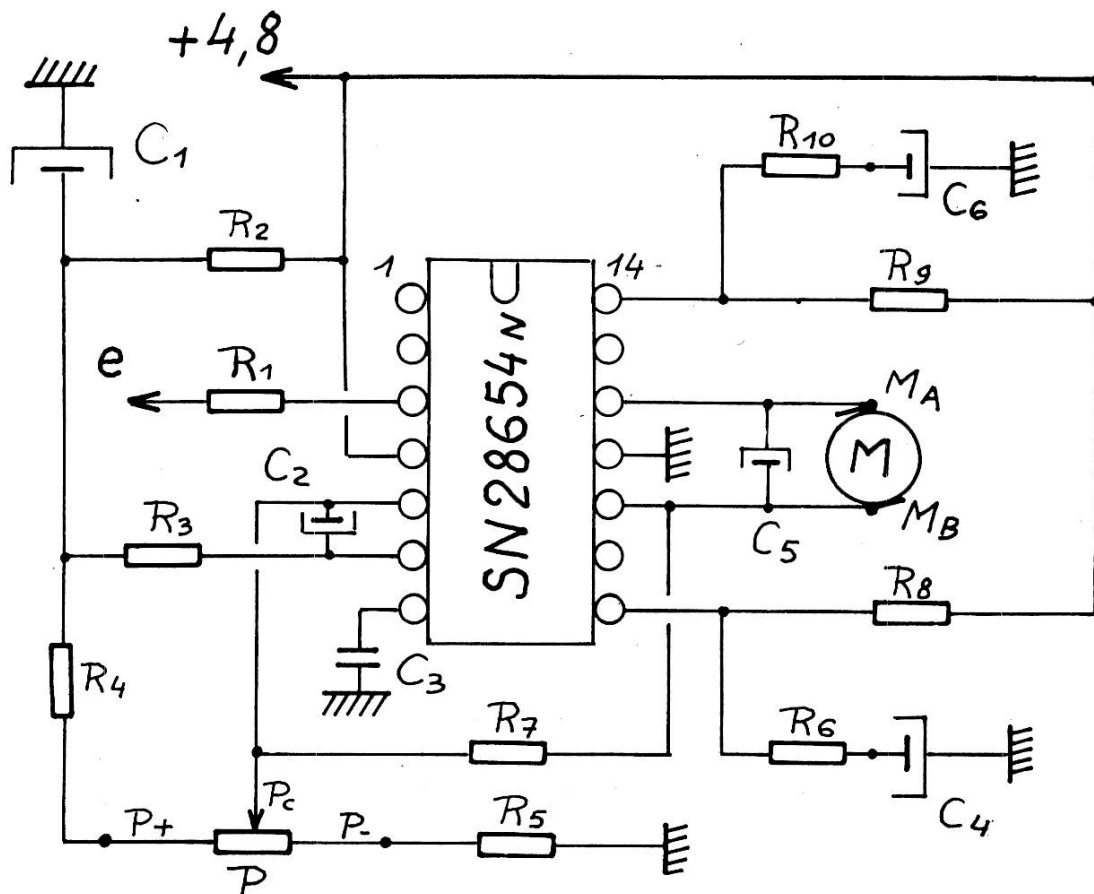

Fig. IX-17. — Schéma de l'ampli à SN28654N.
a) Le schéma. On le trouve en fig. IX-17.